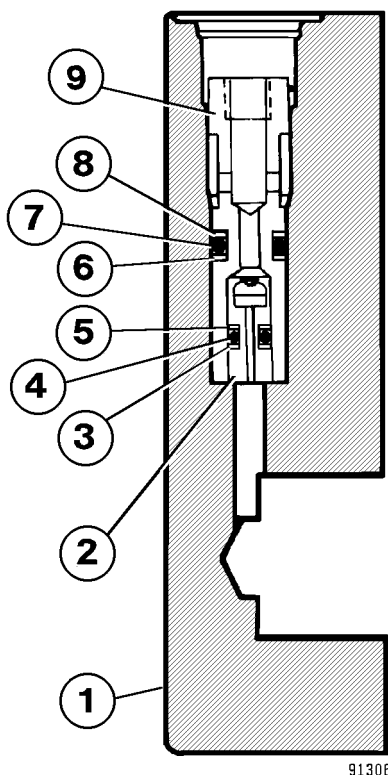

FIGURA 8-6. DESMONTAJE DEL CABEZAL MÓVIL RESTRICTOR
NOTA: Si se necesita retirar el cabezal móvil en la cubierta (2), consulte el paso 4 y Figura 8-6.
4. Retire la camisa (9, Figura 8-6), el anillo de respaldo (8), el O-ring (7) y el anillo de respaldo (6). Retire el anillo de respaldo (5), el O-ring (4), el anillo de respaldo (3) y el cabezal móvil restrictor (2).
2. Si se retiró el cabezal móvil restrictor (2, Figura 8-6), vuelva a ensamblarlo en el orden que se muestra.